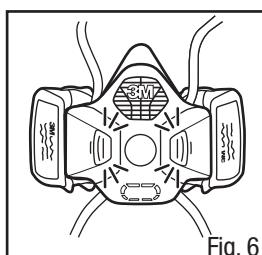

Fig. 6
- Pousser la cartouche dans le connecteur jusqu'à ce qu'on entende un « clic » et que le bouton de dégagement bleu de la cartouche/du filtre retourne à sa position initiale (Fig. 6).